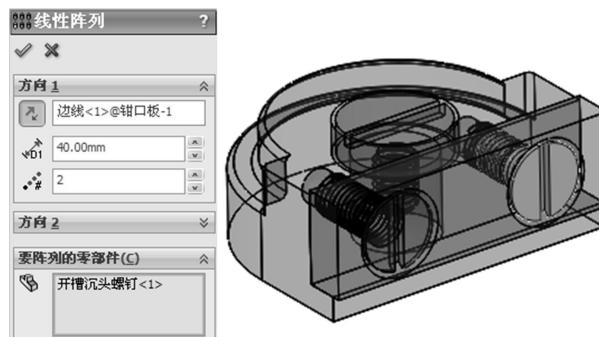

图 7-49 线性阵列开槽沉头螺钉
- 12 选择开槽沉头螺钉作为要阵列的零部件，在输入阵列距离及阵列数量后，单击属性面板中的【确定】按钮 $\checkmark$ ，完成零部件的阵列，如图 7-49 所示。